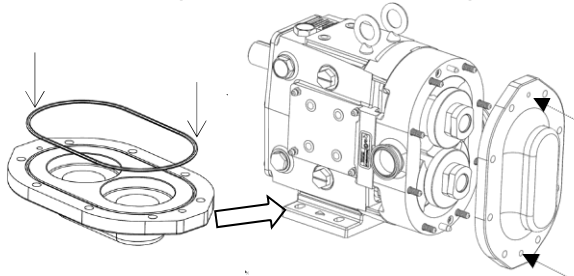
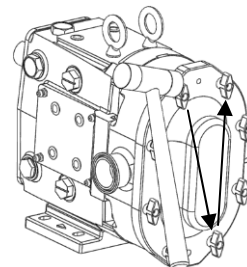

Figura 63: Instalar junta tórica de cubierta y cubierta
Figura 64: Apretar tuercas de mariposa de la cubierta
3) Instale la nueva junta tórica de la cubierta y deslice la cubierta sobre los broches asegurándose de que las clavijas del cuerpo estén alineadas con los agujeros correctos de la cubierta (Figura 63). Inspeccione visualmente para asegurarse de que la junta tórica de la cubierta permanezca en su lugar. Gire las tuercas de mariposa (a la derecha) a mano y apriételas bien golpeándolas con un mazo suave. Apriete las tuercas de mariposa de manera opuesta como se ve en la Figura 64, de modo que la cubierta quede uniformemente apretada al cuerpo.